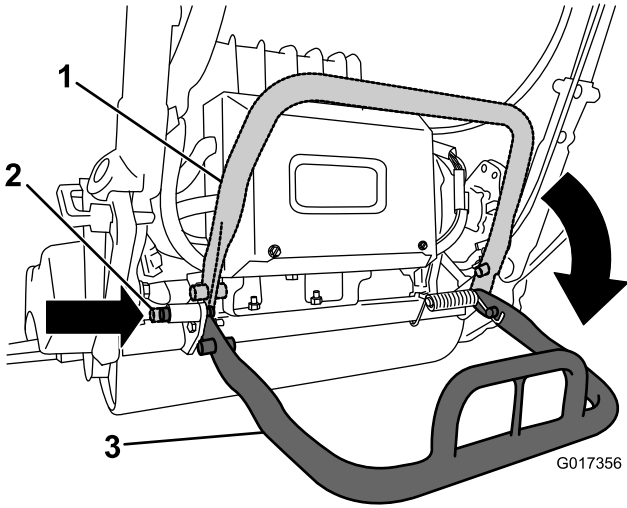

图28
- 要在拆卸滚刀时使用支撑架，应降低支撑架并推入锁定销，将支撑架锁定在维修位置（图28）。